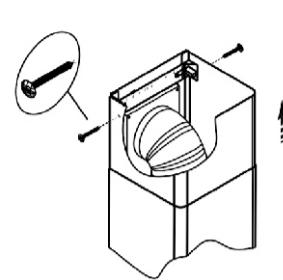

рис. 8
- 6.4 Установка фальштруб (рис.7). На нижней фальштрубе имеются специальные «ушки», которые необходимо направить в пазы, расположенные на верхней панели вытяжки. Затем нижнюю фальштрубу необходимо зафиксировать двумя самонарезающими винтами 3,5x11 мм. Выдвиньте верхнюю фальштрубу, навесьте ее на кронштейн (рис.8) и закрепите винтами 3,5x11мм.